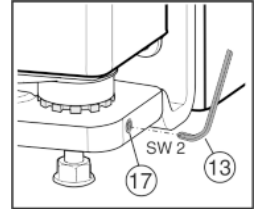

Fig. 17
- ▶ Kierrä kierretappia Fig. 17 (17) hieman ulospäin (enintään yksi kierros!).
- ▶ Kiristä kierretappi Fig. 17 (17) jälleen, jolloin laakeritappi kiinnittyy.